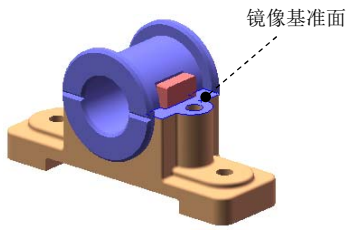

图 4.12.12 镜像轴套零件
Step6. 镜像轴套零件，如图 4.12.12 所示。选择下拉菜单 **插入(I)** →  **镜向零部件(R)** 命令，系统弹出“镜向零部件”窗口；在设计树中选取零件右视基准面为镜像基准面；选取上一步添加的轴套零件为要镜像的零部件；单击  按钮，完成轴套的镜像。
命令，系统弹出“镜向零部件”窗口；选取图 4.12.12 所示的 sleeve 零件模型表面为镜像基准面；选取轴套零件为要镜像的零部件，选中零件名称前的复选框；单击 按钮，完成镜像操作。